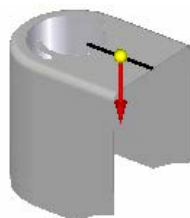

图 8.1.18 定义移除方向
(3) 定义法向除料特征属性。在命令条中单击“厚度剪切”按钮  和“全部穿透”按钮 , 并将移除方向调整至图 8.1.18 所示的方向。